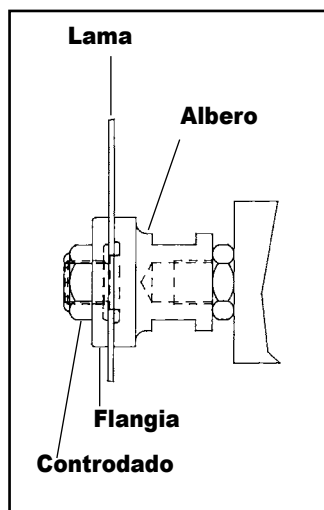

FIG. 2
- a. Albero standard: installare la lama sulla spalla dell'albero di diametro 5/8 (Fig. 2). Installare la flangia con il lato scaricato verso la lama e stringere il controdado. Tenendo una chiave (fornita) sulle parti piatte dell'albero da 7/8, stringere il controdado dell'albero. La lama deve posizionarsi completamente sulla spalla dell'albero ed essere allineata con la superficie dell'albero.
Particolare della **flangia** dalla Fig. 2 e 3 sulla destra.